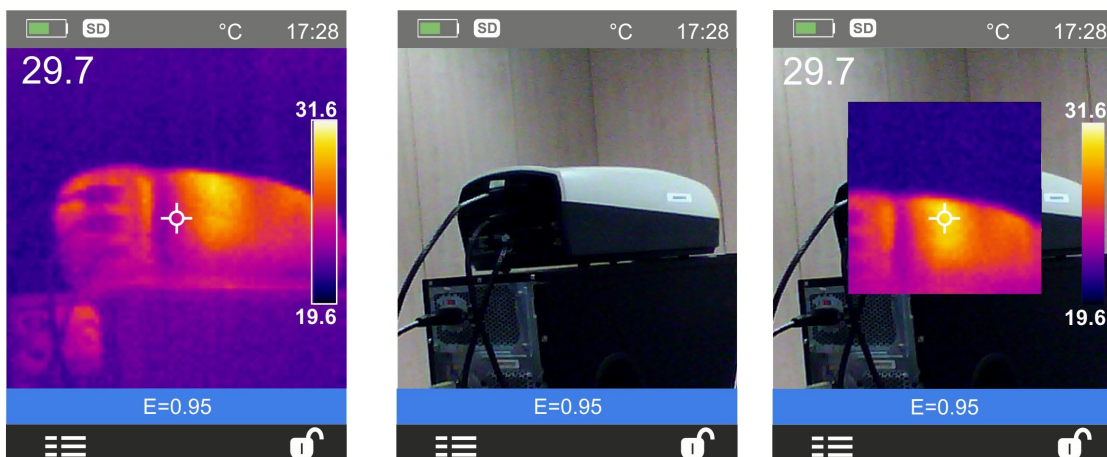

Abb. 20: Anzeigemodi des Bildes
2. Benutzen Sie die  $\oplus$  oder  $\ominus$  Tasten zur Auswahl des gewünschten Anzeigemodus unter den Optionen: **IR** (Infrarot Bild), **Visuell** (visuelles Bild), **Fusion** (Fusion des IR Bildes im visuellen Bild) (siehe Abb. 20).